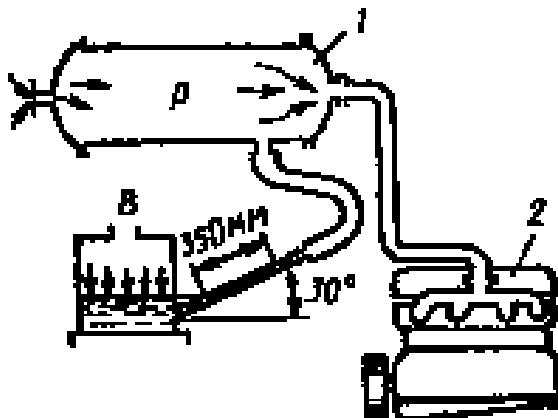

Рис. 1.3.
3. Из ресивера 1 (рис. 1.3) воздух поступает в коллектор двигателя 2. Разрежение в ресивере измеряется вакуумметром с наклонной трубкой. Угол наклона трубы к горизонту $\varphi=30^\circ$, вакуумметр заполнен водой. Определить давление p (Па) в ресивере, если показание вакуумметра $p_{\text{вак}}=350$ мм вод. ст. (разряжение), а давление окружающей среды $B=1000 \text{ гPa}$.